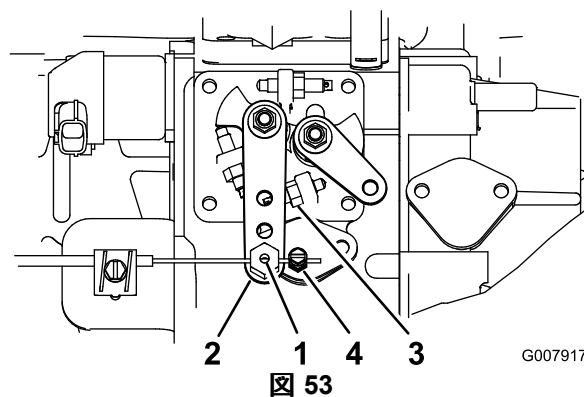

図 53
2. 燃料噴射ポンプのレバーの隣にあるスロットルケーブルのコネクタをゆるめる 図 53。
3. インジェクションポンプレバーのアームをハイアイドルストップに当てる 図 53。